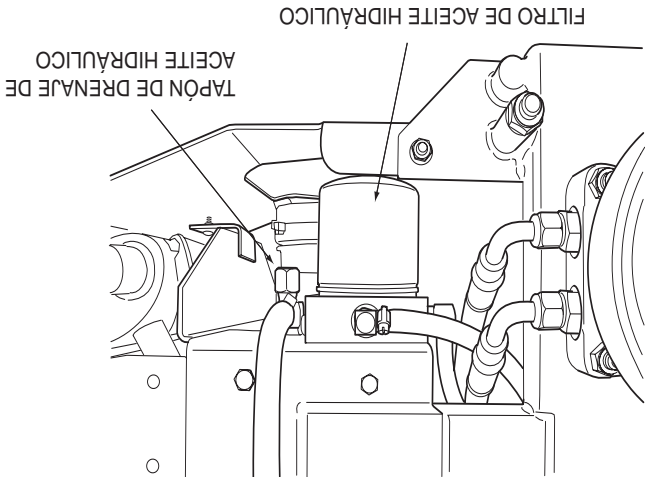

Figura 7-3 Filtro de aceite hidráulico y Tapón de drenaje
1. Quite el elemento del filtro de aceite (Figura 7-3, Página 35) y deséchelo adecuadamente. Llene el nuevo filtro con aceite limpio de motor SAE 20W50 e instálelo. Apriételo a mano solamente.
2. Coloque un recipiente adecuado debajo del filtro de aceite hidráulico. Inclíne el asiento hacia adelante. Quite la tapa de llenado del depósito y el tapón del drenaje del fondo de la T de drenaje en el lado frontal de la base del filtro. (Vea la Figura 7-3). Permita drenar el fluido en el recipiente y deséchelo apropiadamente.